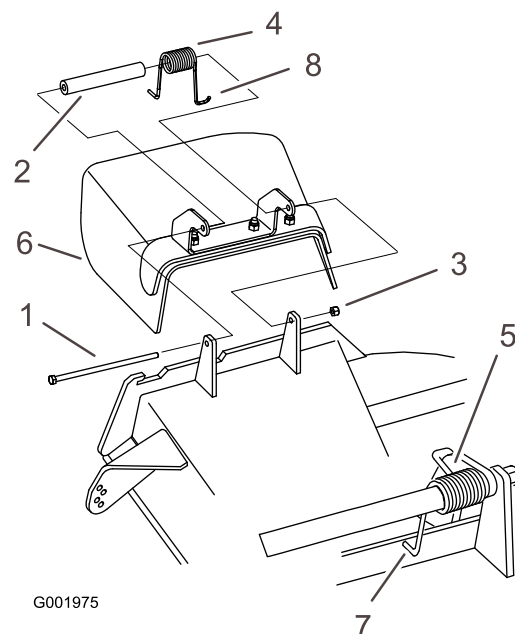

Figure 64
- Retirez le contre-écrou, le boulon, le ressort et l'entretoise qui fixent le déflecteur aux supports de pivot (Figure 64). Enlevez le déflecteur s'il est endommagé ou usé.
Remarque: Prenez soin de placer l'extrémité en **L** du ressort derrière le bord du plateau avant de mettre le boulon en place, comme indiqué à la Figure 64.
- Remettez le boulon et l'écrou. Accrochez l'extrémité en **J** du ressort au déflecteur d'herbe (Figure 64).